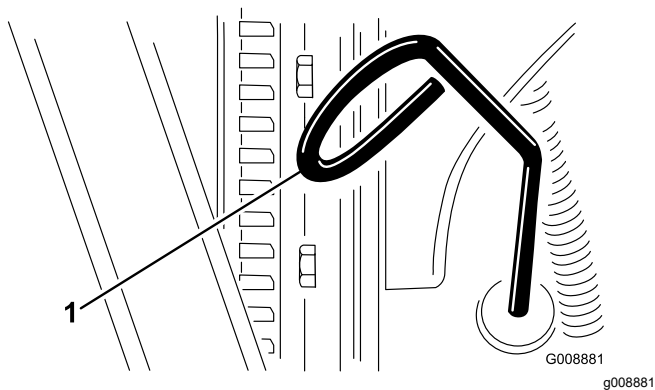

Figura 48
2. Retire la varilla (Figura 48) y límpiela con un paño limpio.